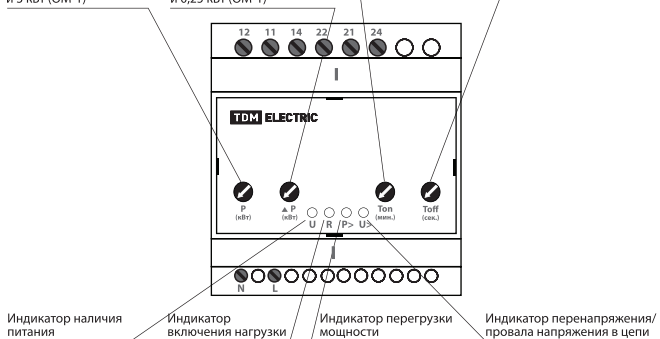

Рисунок 8. Передняя панель ограничителей мощности OM-1, OM-630M
7.2. Установка потребляемой мощности в диапазоне 5-50 кВт (3-30 кВт для OM-1) обеспечивается регулятором P на лицевой панели (рисунок 8), шаг установки 5 кВт (3 кВт для OM-1).